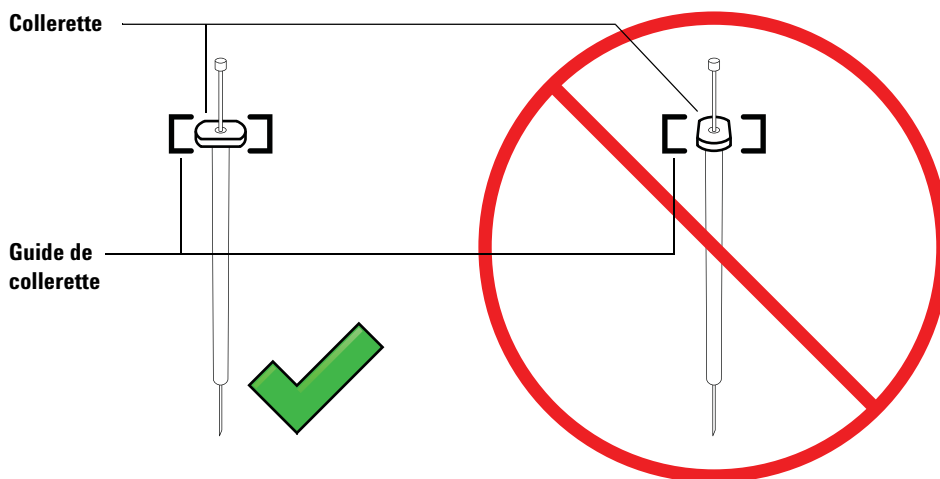

Figure 63 Orientation de la collerette de la seringue
- 7 Alignez la collerette de la seringue avec le guide de collerette, puis appuyez sur la seringue pour la mettre en place tout en maintenant l'extrémité de l'aiguille dans l'orifice de guidage du pied du support d'aiguille. Assurez-vous que le côté plat de la collerette de la seringue soit visible (Figure 63).